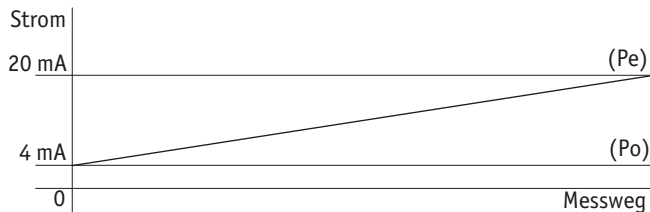

Abb. 11: Abgleich
**Abgleich (Abb. 11)**
2. Potentiometer Po (4) drehen, bis Anfangswert 4 mA gemessen wird.
4. Potentiometer Pe (5) drehen, bis Endwert 20 mA gemessen wird.